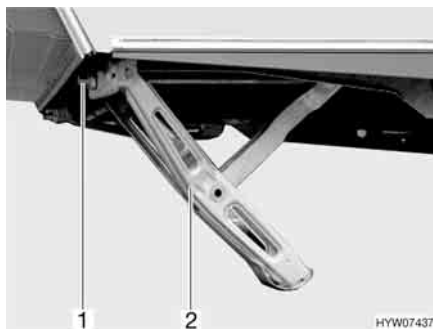

Fig. 20 Piedini di stazionamento a manovella abbassati
- Inserire la manovella in dotazione di serie nell'esagonale (Fig. 20,1) del piedino di stazionamento a manovella (Fig. 20,2).